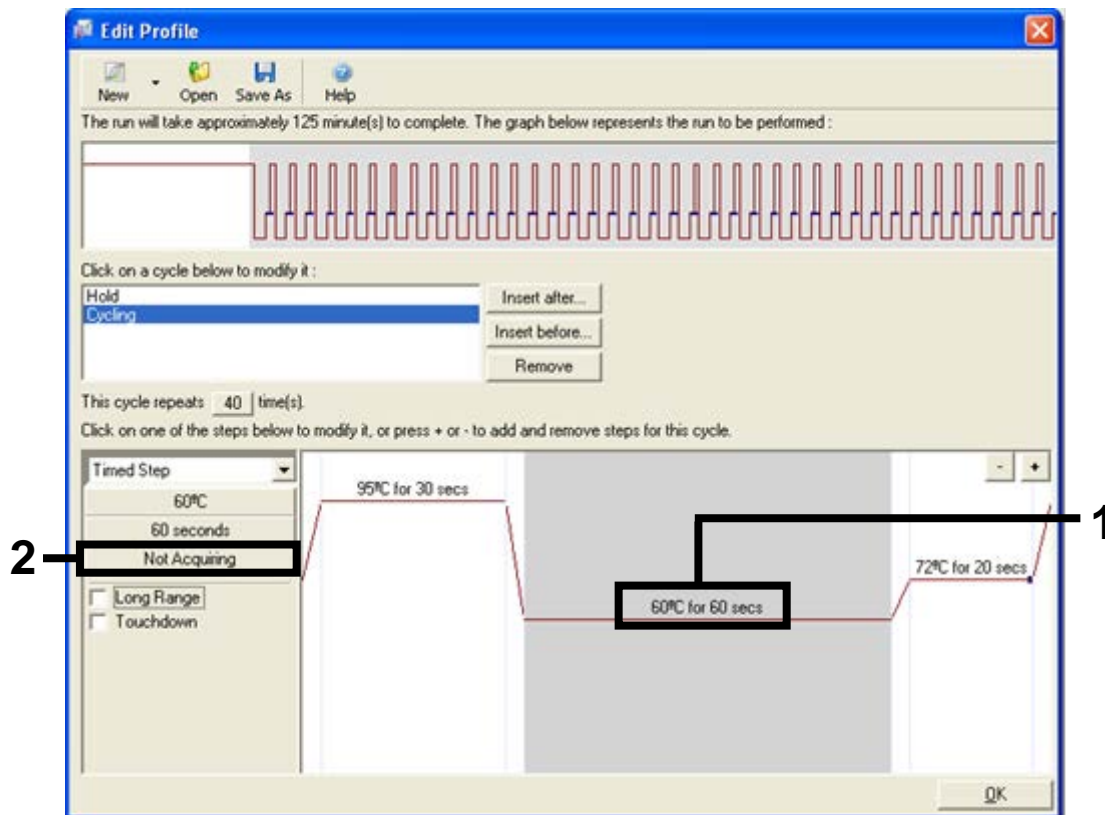

Bild 27. Cyklingssteg vid 60 °C. (1 = temperatur- och tidsinställning för andra steget, 2 = knappen "Not Acquiring" [Hämtar inte].)
9. Markera det andra steget och ställ in på "60°C for 60 secs" [60 °C i 60 sekunder]. Aktivera datahämtning under det här steget genom att välja knappen "Not Acquiring" [Hämtar inte] (bild 27).